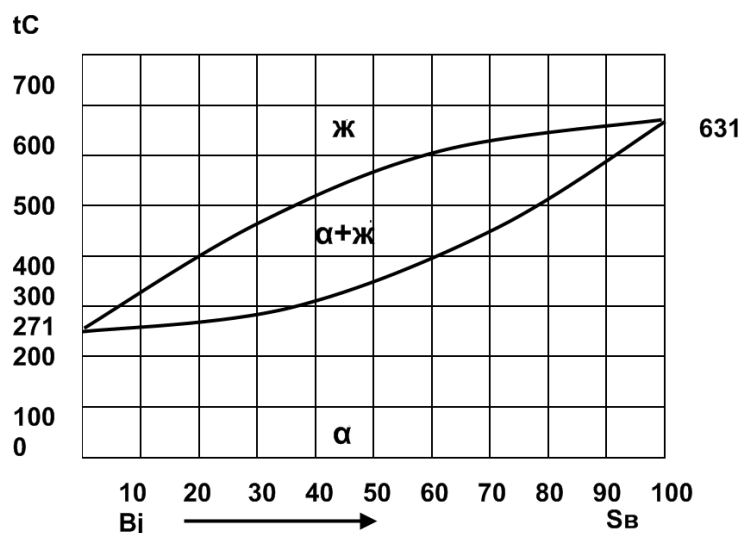

Рис. 1. Диаграмма состояния висмут – сурьма (Bi – Sb)
2. Вычертите диаграмму состояния системы висмут – сурьма. Опишите взаимодействие компонентов в жидком и твердом состояниях, укажите структурные составляющие во всех областях диаграммы состояния и объясните характер изменения свойств сплавов в данной системе с помощью правил Курнакова (рис. 1).